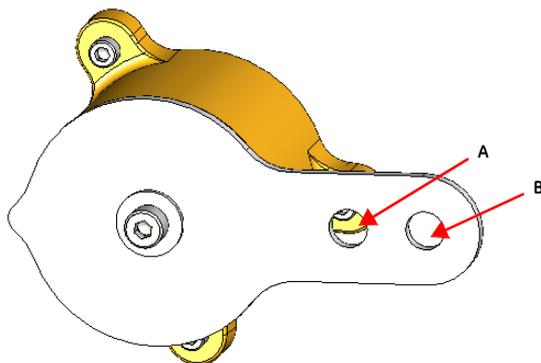

Figure 15 Ensemble à Aimants Intégrés
Le kit d'assemblage avec Aimants Intégrés (IM) est une option destinée aux utilisateurs qui souhaitent réaliser leur propre kit de montage sur vannes linéaires (Figure 15). Ce kit permet une plus grande marge de manœuvre lors de l'installation.